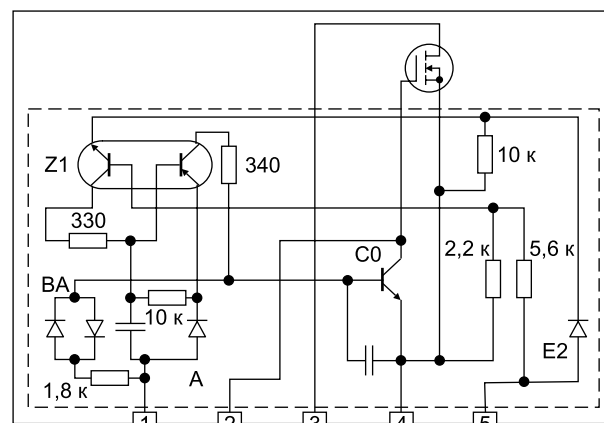

Рис. 1. Принципиальная схема SMR 40200
- В выходном каскаде микросхемы SMR40200 используется не биполярный, а полевой транзистор. Его параметры: $U_{ds} > 700 \text{ В}$, $I_d > 4 \text{ А}$, $R_{ds(on)} < 1,2 \text{ Ом}$ [1]. Исправленная схема SMR40200 представлена на рис. 1.